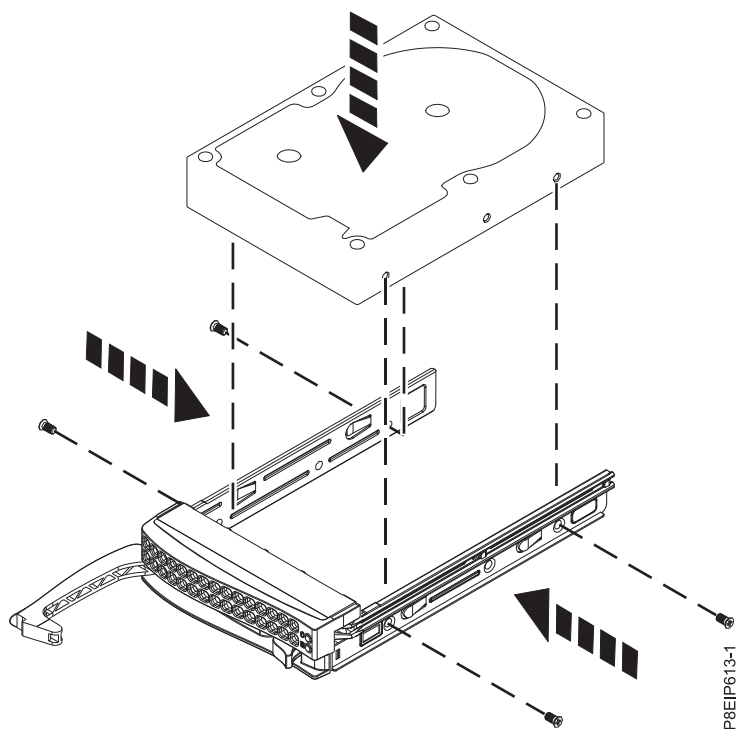

図 3. ドライブ・トレイへの 3.5 型ディスク・ドライブの取り付け
2. ドライブ・トレイにディスク・ドライブを挿入します。ディスク・ドライブの向きは、コネクタがディスク・ドライブの背面を指すようにします (6 ページの図 3 を参照)。4 本のねじ (各側面に 2 本) を使用して、ディスク・ドライブをドライブ・トレイの側面に固定します。